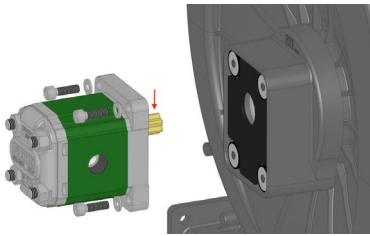

ABBILDUNG 7
- Die 4 M6-Zylinderschrauben, die den Motor sichern lösen und ihn axial herausziehen (Abbildung 7);